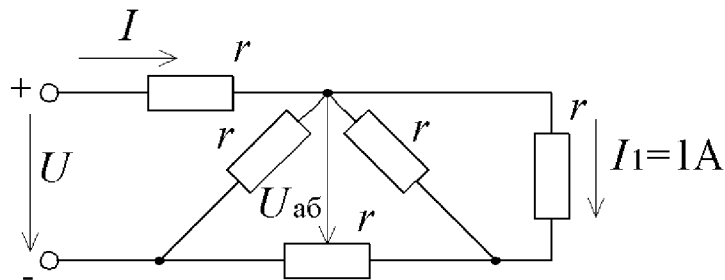

Рис. 5.8
5.1.45. Определить напряжение  $U$  и ток  $I$  (рис. 5.8), если ток  $I_1 = 1$  А,  $r = 10$  Ом. Как изменятся напряжение  $U_{ab}$ , ток  $I_1$  и мощность  $P$ , если напряжение  $U$  увеличить в 2 раза?